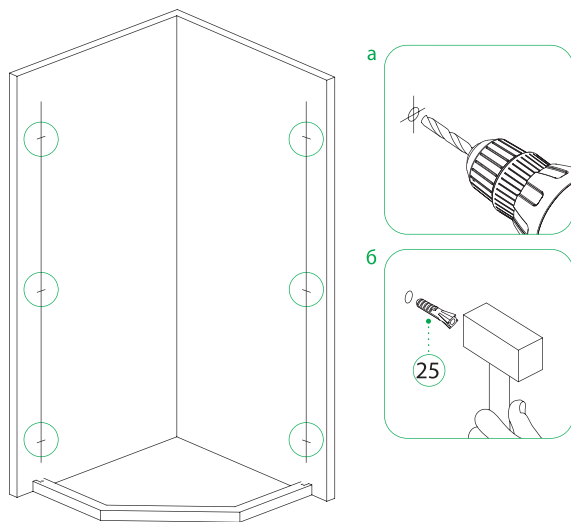
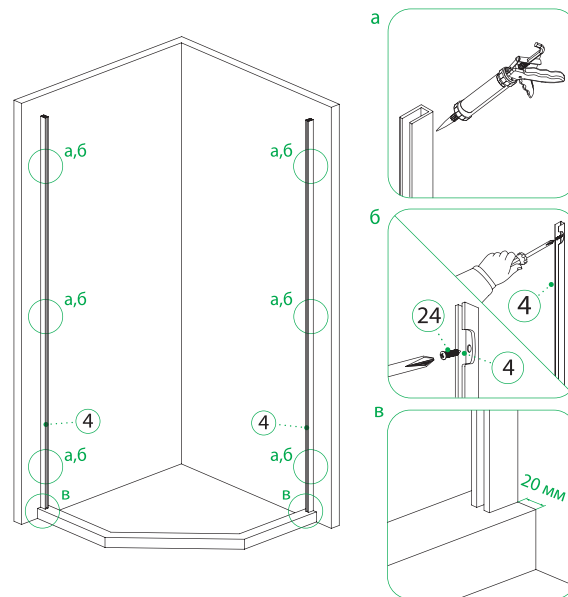

Рис. 6/б-сур.
Рис. 7/7-сур.
3. Просверлите отверстия (рис. 6-а) и вставьте дюбели (25, рис. 6-б). Приложите пристенные профили (4) предварительно обработанные санитарным силиконовым герметиком со стороны стены (для полной герметизации, рис. 7-а) и зафиксируйте их с помощью шурупов (25, рис. 7-б). Если вы устанавливаете ограждение на декоративный профиль или поддон, оставьте расстояние в 20 мм от края.